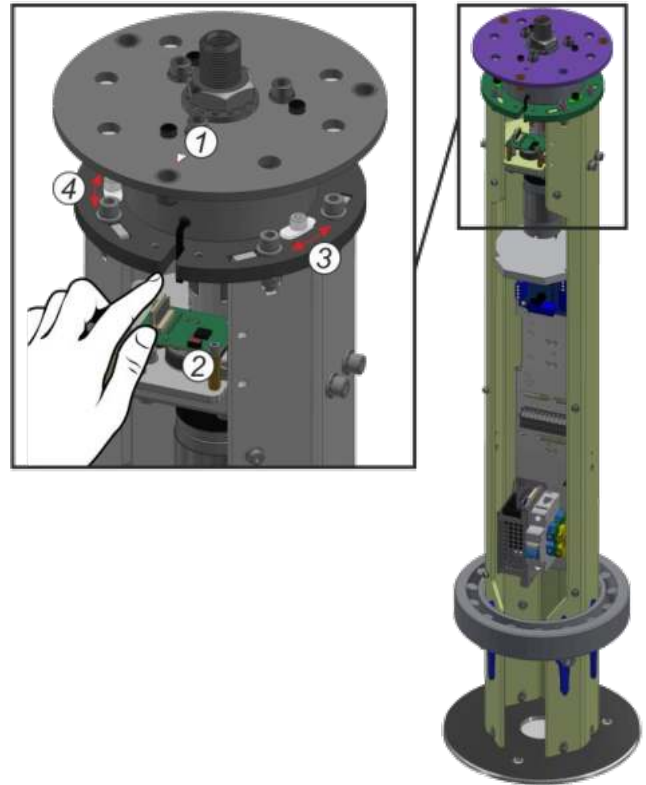
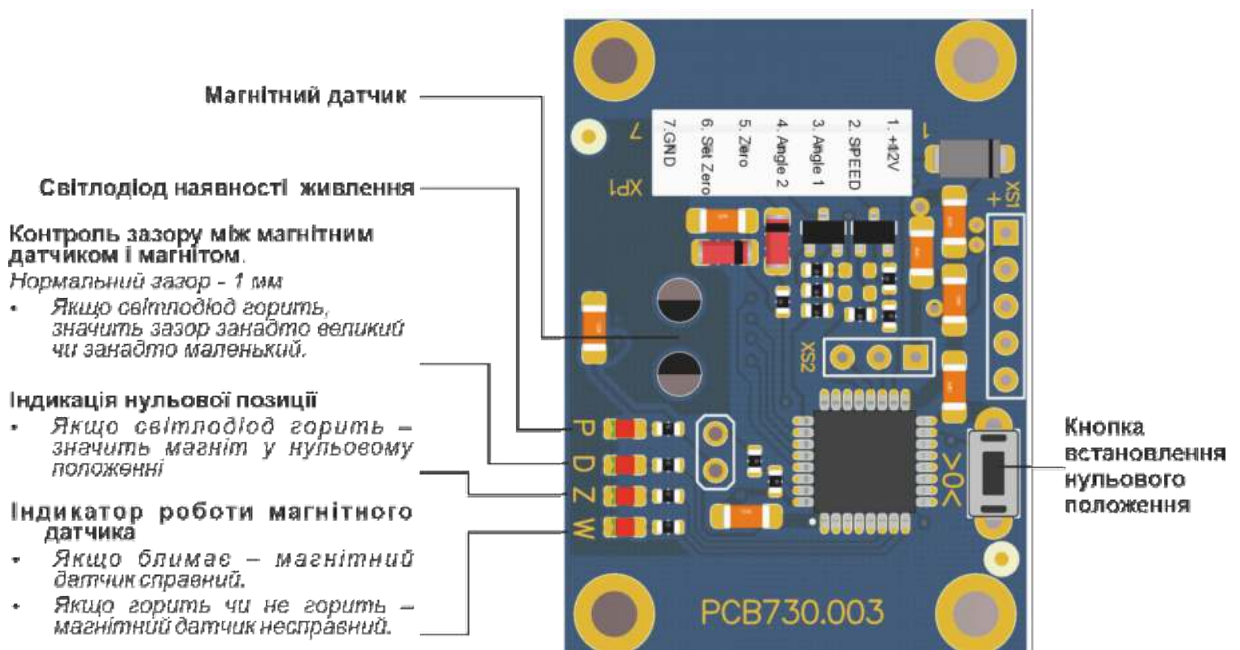

Рис. 11– Встановлення нульового положення
Рис. 15 – Опис контролера магнітного датчика
При проведенні монтажу турнікету необхідно враховувати, що прапорець повинен знаходитися на відстані не більше $50 \div 100$ мм (див.Рис.11) від формувача проходу (будь-якої поверхні, перпендикулярної до прапорця: модуль огорожі, стіна тощо).
1. На платі магнітного датчика натиснути кнопку встановлення нульового положення (2) (Рис.11);
3. Відпустити кнопку (2);
4. Після відпускання кнопки на платі магнітного датчика повинен загорітися світлодіод індикації нульового положення (див.Рис.15);
Якщо стулка при повороті в одну або іншу сторону повертається більше (мітка 1 на рисунку 13) або менше ніж 90° від нульового положення, потрібно відрегулювати лівий (4) або правий (3) гвинт (Рис.11) у пазах регулювання кута повороту стулки за допомогою шестигранника.